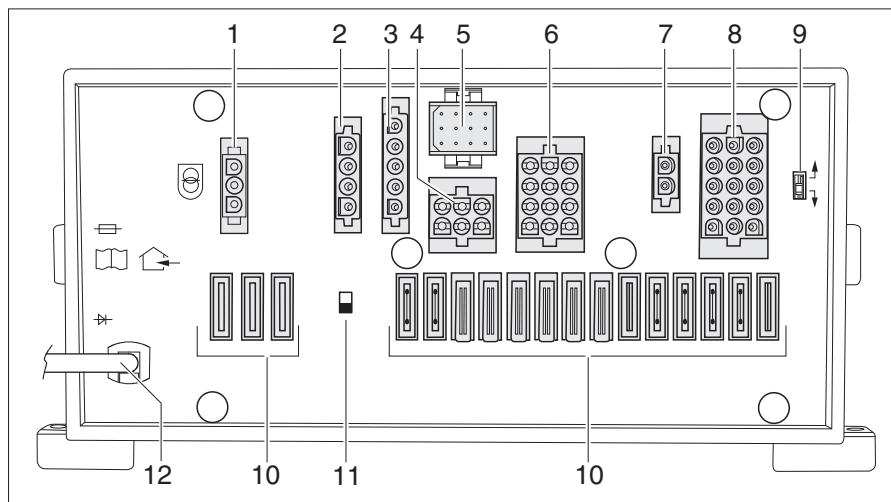

Fig. 266 Bloque eléctrico (EBL 31-2)
El bloque eléctrico EBL 31-2 (Fig. 266) se encuentra, según el modelo, debajo del asiento del conductor o debajo del banco de asientos.
- ▷ El separador de batería (Fig. 266,11) desconecta todos los consumidores que están conectados al bloque eléctrico, de la fuente de alimentación 12 V.